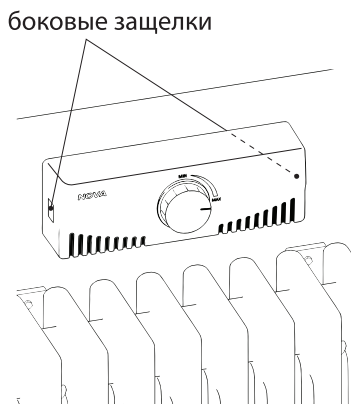

Рис. 8
7. Перед установкой крышки клапана, утеплитель основания закрепите на специальные выступающие элементы основания. Для установки крышки клапана поверните регулировочную ручку в положение полностью открыто. Затем установите крышку с небольшим усилием до характерного щелчка, при этом контролируйте, чтобы боковые защелки попали в предназначенное для них место (Рис.8). Также имеется видео инструкция доступная по QR коду.
7. Перед установкой крышки клапана, закрепите утеплитель основания на специальные выступающие элементы основания. Для установки крышки клапана, поверните регулировочную ручку в положение полностью открыто. Затем установите крышку с небольшим усилием до характерного щелчка, при этом контролируйте, что боковые защелки попали в предназначенное для них место (Рис.8). Так же имеется видео инструкция доступная по QR коду.